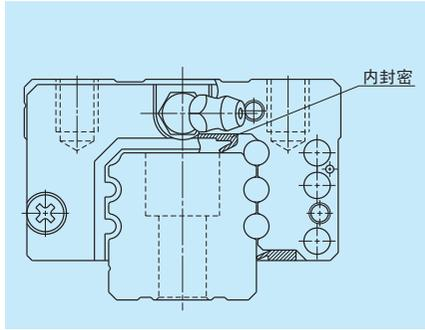

图 7.6 内密封安装状况
(4) 内密封
- 内密封是当滑块两端的侧密封不能充分阻挡，以至于仍有少量异物进入滑块内时，防止这些异物进一步进入滚珠接触部。(图 7.6)